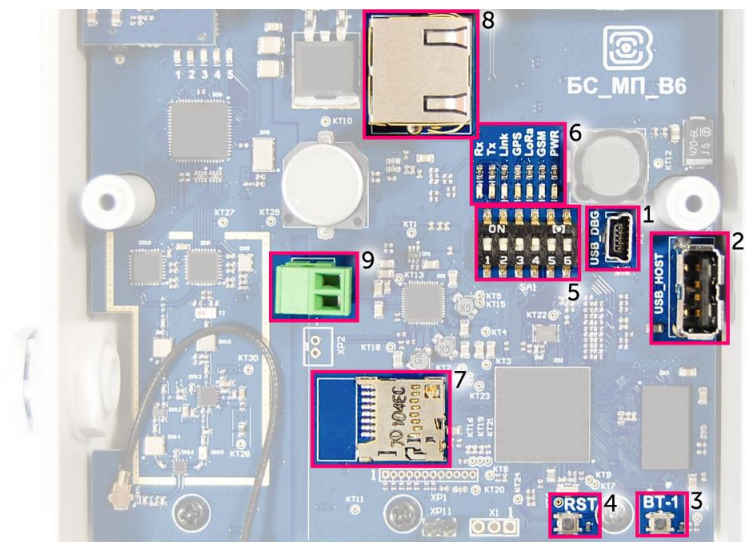

Рис. 3.1. Расположение средств управления и индикации, а также входных и выходных интерфейсов.
Базовая станция подключается к сети интернет 8-жильным сетевым кабелем (витая пара), через разъём на плате (рис. 3.1 (8)). Кабель может быть обжат по стандартам T568A и T568B. Контакты нумеруются с 1-го по 8-й справа налево.
На плате имеется дополнительный разъем для питания (рис. 3.1 (9)). Подключаться к нему можно только при отключении контактов питания в сетевом кабеле, это контакты 4, 5 и 7, 8. Допустимое напряжение питания 12-48 В, минимальная мощность 20 Вт.
Базовая станция имеет mini USB порт для подключения к компьютеру и работы по протоколу SSH (рис. 3.1 (1)), а также хост USB для подключения внешних устройств по USB кабелю (рис. 3.1 (2)). Кроме того, на плате расположено гнездо для SD накопителя (рис. 3.1 (7)).
На плате базовой станции расположены две кнопки. Одна из кнопок зарезервирована для дальнейших разработок (рис. 3.1 (3)). По нажатию на другую кнопку происходит мгновенная перезагрузка базовой станции (рис. 3.1 (4)).
Кроме того, на плате расположены переключатели (рис. 3.1 (5)), которые предназначены для выбора способа загрузки образа прошивки: с внутренней памяти, с SD-карты или через mini USB с компьютера и используются только в условиях сервиса. В рабочем режиме положение переключателей должно быть таким, как на рисунке 3.3 – включены только переключатели 3, 4 и 6.
На плате расположены несколько светодиодных индикаторов (рис. 3.1 (б)), сигналы которых описаны в таблице ниже. Они отображают функционирование той или иной системы: питание (включено/выключено), видимость спутников GPS, GSM-модем (включен/выключен), функционирование программы обработки сигналов LoRa (Packet forwarder запущен/не запущен), наличие активности по Ethernet, обмен данными по mini USB порту.
По умолчанию запуск «BS-Dashboard» осуществляется нажатием кнопки (см. рис. 3.1 (3)) на плате базовой станции. Это может быть изменено в настройках. После удерживания кнопки в нажатом состоянии более 6 секунд начнется запуск, который может продолжаться одну-две минуты в зависимости от загруженности устройства.